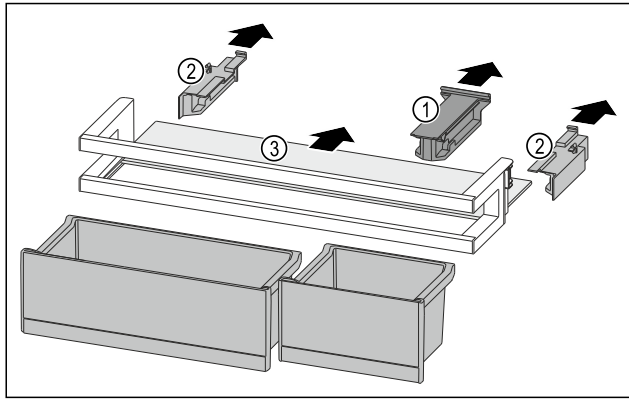

Fig. 148
- ▶ Húzza le a tartóelemet Fig. 148 (1).
- ▶ Húzza le az oldalsó részeket Fig. 148 (2).
- ▶ Vegye ki a tárolólapot Fig. 148 (3).